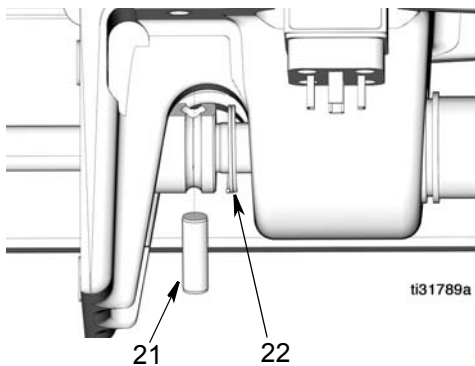

图 14
4. 将固定弹簧（22）从销钉（21）上滑出并取下销钉（图 14）。